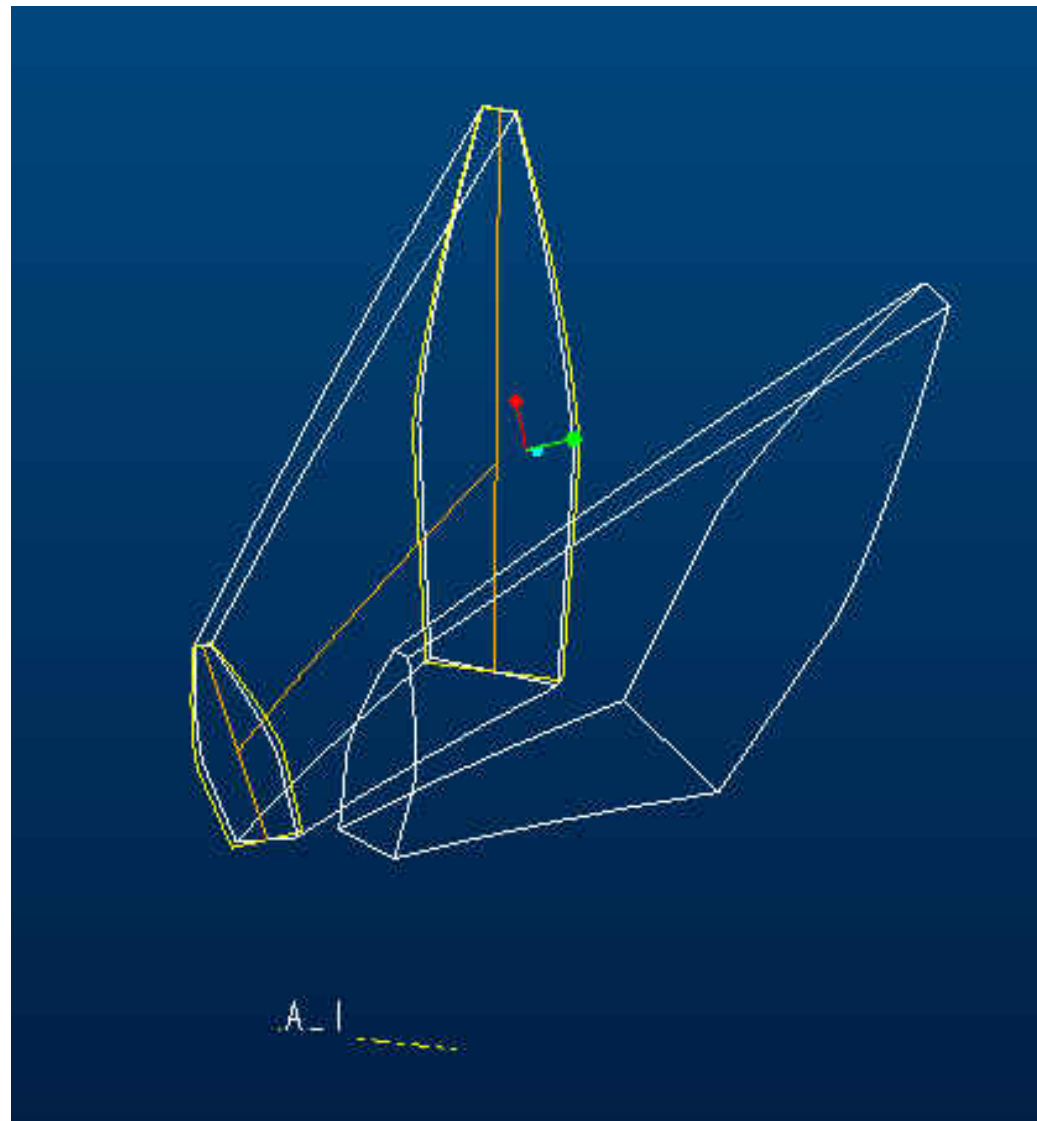

Abbildung 18
13. Um die den Zahn entlang des Fusskreises mustern zu koennen, muessen Sie ihn nun mit Hilfe der Kopie-Funktionalitaet transformieren. Waehlen Sie dazu **Konstruktionsselement, Kopieren, Bewegen, Abhaengig, Fertig** --> Selektion des Zahnes --> **Fertig, Fertig, Rotieren, Krv/Knt/Achs** --> Selektion der Achse des Fusskreiszyllinders -> Eingabe des Winkels (ist an dieser Stelle unerheblich, sollte aber logisch sein, z.B. 30) -> **In Ordnung, Fertig, Fertig, OK**. Das Resultat sehen Sie in Abbildung 18